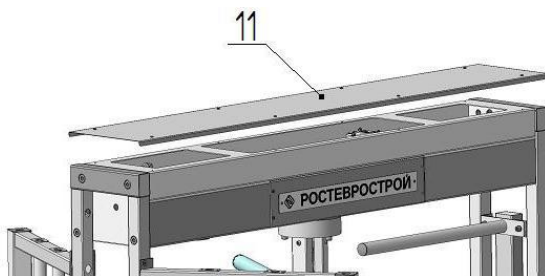

Рис. 7
6.2.5. Окончательная сборка (рис.7, 8):